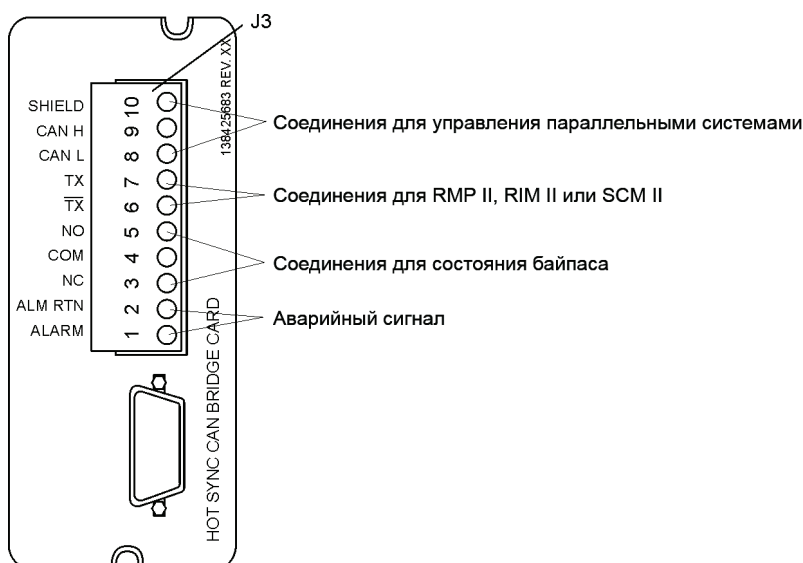
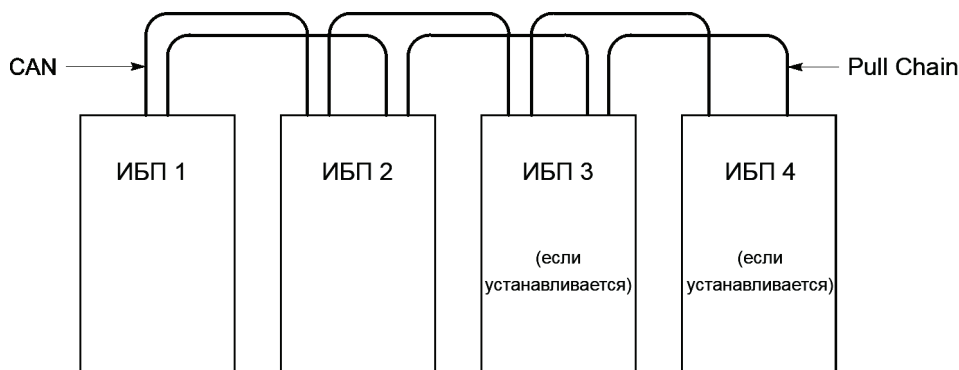
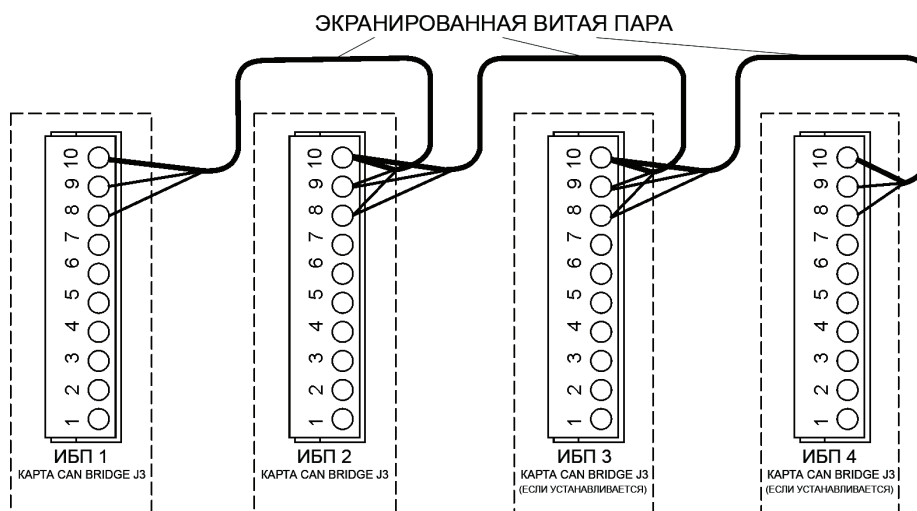

Рис. 5-2. Подключения карты Hot Sync CAN Bridge
Рис. 5-3. Установка упрощенной интерфейсной проводки Pull-Chain и CAN системы с распределенным байпасом
Рис. 5-4. Подключение CAN системы с распределенным байпасом ИБП без использования МОВ
Расположение соответствующих клемм на карте HotSync CAN Bridge см. на Рис. 5-2 и в Табл. 5-1 на стр. 53.
7. Проложите и установите проводку CAN между шкафами ИБП. Расположение клемм карты HotSync CAN Bridge см. на Рис. 5-2 и в Табл. 5-1 на стр. 53, а информацию по подключению проводки на Рис. 5-3, Рис. 5-4 и в Табл. 5-2 на стр. 56.